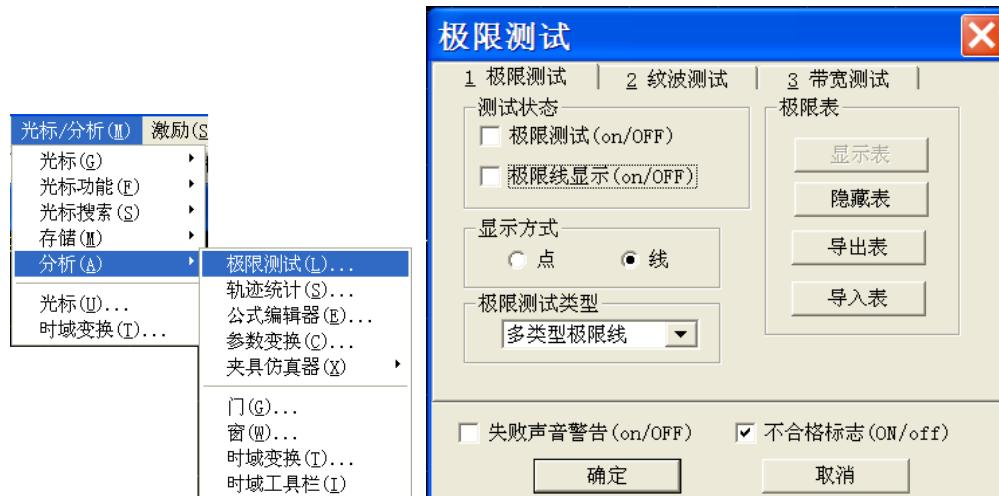

图 3.40 极限测试对话框
- a) 菜单路径：[光标/分析]→[分析]→[极限测试]，显示极限测试对话框，如图 3.40 所示。